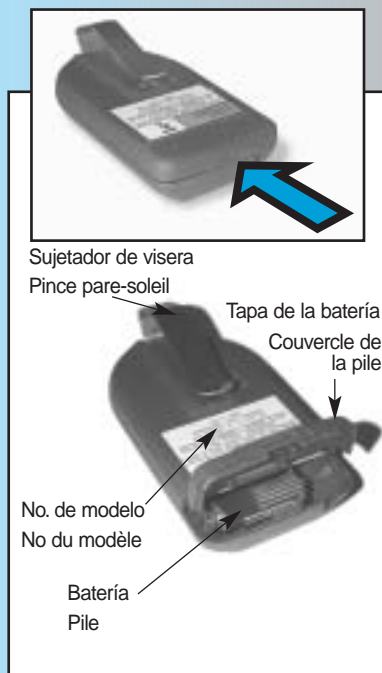

Fig. 8-1
1. Instale / cambie la batería, Fig. 8-1.
1. Installation/remplacement de la pile. Fig. 8-1.